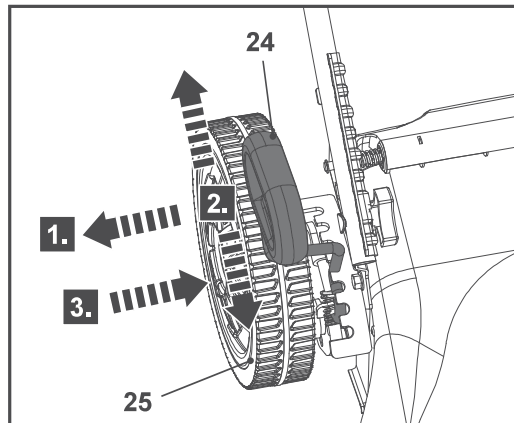

Fig. 21
1. Sitúe la palanca de ajuste de altura de corte (24) por encima de la segunda posición más baja (Fig. 21).
1. Tire de la palanca de ajuste de la altura de corte (24) hacia la rueda trasera (25) (Fig. 21, paso 1) y, a continuación, muévala hacia delante o hacia atrás hasta la altura de corte deseada (Fig. 21, paso 2).
2. Suelte la palanca (24) y asegúrese de que se acople adecuadamente en su posición (Fig. 21, paso 3).